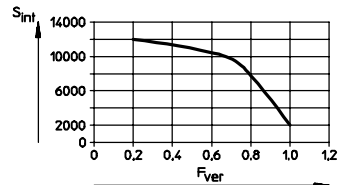

Fig. 35
1. Calculer la charge du guidage F_{ver} à l'aide de la formule pour charges combinées (voir Caractéristiques techniques) et utiliser l'intervalle de lubrification S_{int} de la Fig. 35.